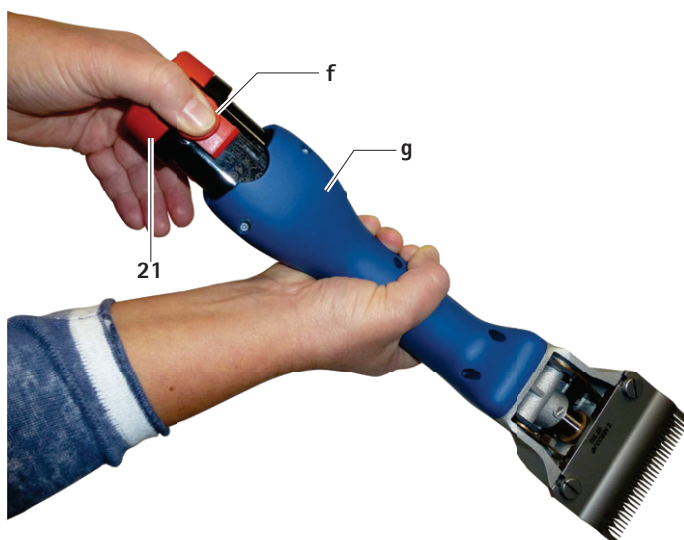

Fig. 1
- ▶ Tenere la tosatrice ad accumulatore **g** con la testa di tosatura rivolta verso il basso, in modo che l'accumulatore a ioni di litio 21 non cada quando viene staccato, vedere Fig. 1.